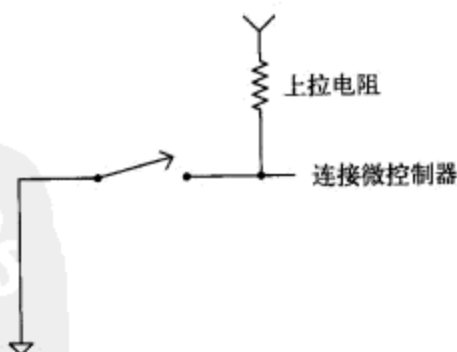
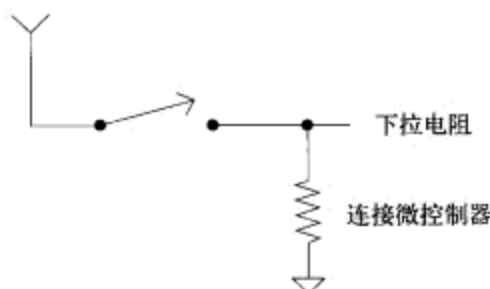

图3-31 拥有上拉电阻的开关
图3-32 拥有下拉电阻的开关
开关可能要算我们遇到的最基本的输入设备了。开关在闭合时具有低阻抗，而在断开时则不与任何东西相连，是一种理想的高阻抗连接。了解这一点十分重要，因为当你把开关连接到一个高阻抗端口时，若开关断开了，则是一个高阻抗②连到另一个高阻抗。这个方法肯定可以得到超凡的结果。因为阻抗越高，断开一个信号就越容易。要想同这个方法一较高下，就得使用上拉电阻或下拉电阻(如图3-31、图3-32所示)。